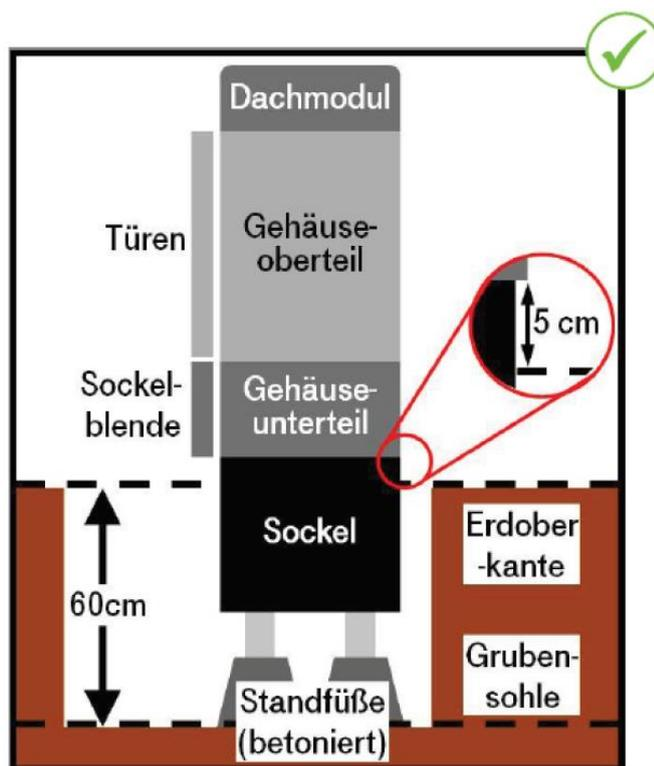

Bild 10: Einbau im Erdreich
**Der obere Abschluss auf Erdgleiche ist einzuhalten (max. 5cm oberhalb) und der MFG Erdsockel muss waagrecht eingebaut / gesetzt werden (siehe Bild 10).**